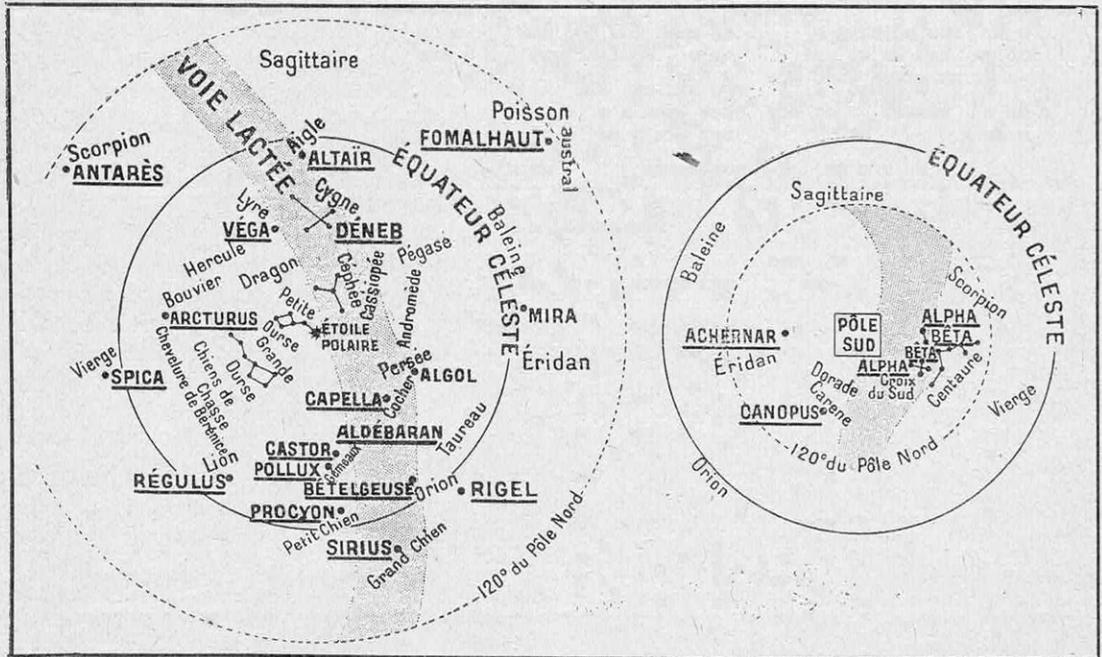

FIG. 1 ET 2. — CARTE SIMPLIFIÉE DU CIEL
— qui nous servira grandement dans la suite de cet exposé — nous avons reproduit une carte du ciel (fig. 1 et 2).
a) Le centre de la figure 1 (à l'intérieur de l'« équateur céleste ») pour le pôle Nord (ciel boréal) ;
Un observateur placé au pôle Nord de la Terre ne verrait que la partie centrale de la figure 1 (jusqu'à l'équateur céleste) ; un observateur placé au pôle Sud de la Terre ne verrait que la figure 2. La figure 1 représente les étoiles visibles en France (plusieurs ne le sont qu'à certaines époques de l'année) ; on n'a porté sur la figure 2 que les étoiles (du ciel austral) que l'on ne peut y voir. La position réelle des astres est indiquée sur la figure 12. Les constellations sont écrites en minuscules ; les étoiles en capitales ; les noms des vingt-deux étoiles les plus brillantes sont soulignés (fig. 10).
(1) Bessel opéra tout d'abord sur une « naine rouge », qui porte le numéro 61 de la constellation du Cygne (figure 1).